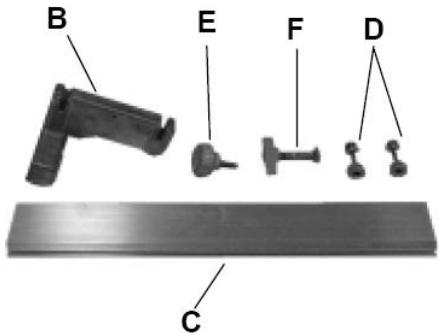

Рис. 6
- Упор для ведения заготовки можно использовать на любой стороне стола, прикрепив направляющую (С) с любой стороны опоры направляющей (B) (Рис. 6).
- Чтобы собрать упор, болтами M8x50 и пластиковым барашком (F) прикрепите опору направляющей (B) Рис.6 к столу пилы.